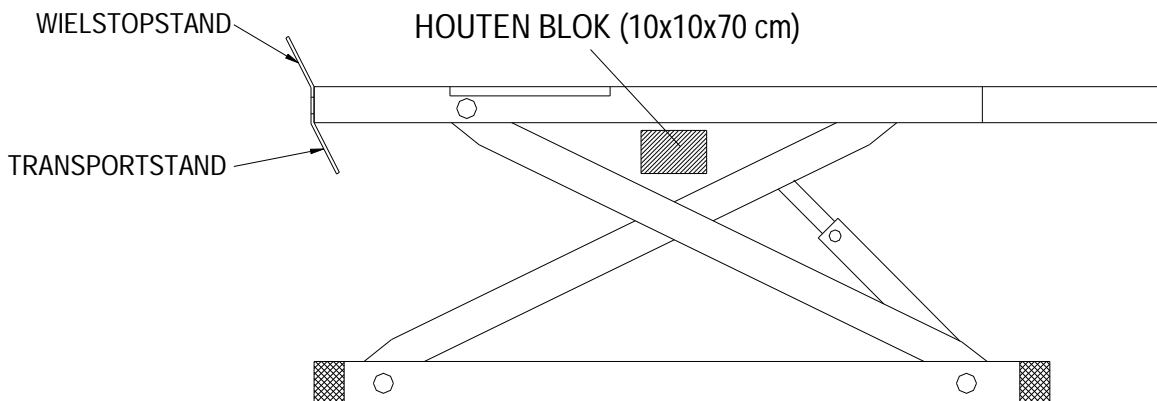

Fig.11
4. Hef de rijbaan met behulp van een hefwerktuig ongeveer 800 mm omhoog. Plaats nu een stuk hout (**fig.11**) tussen de schaarbenen om te voorkomen dat de hefbrug terugvalt.